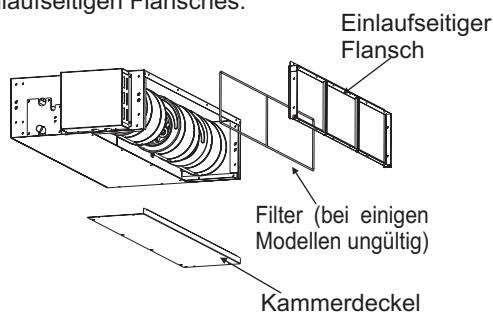
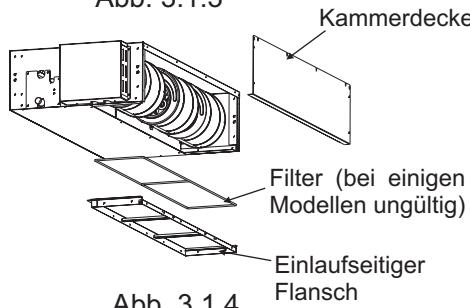

Abb. 3.1.3
Abb. 3.1.4
(2) Bringen Sie den entfernten Kammerdeckel in der in Abb. gezeigten Ausrichtung und den entfernten einlaufseitigen Flansch in der in Abb. 3.1.3 gezeigten Ausrichtung wieder an, siehe Abb. 3.1.4 für die Richtung des einlaufseitigen Flansches.